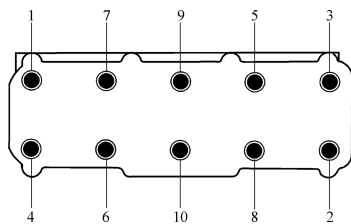

图 1-140 气缸盖螺栓拆卸顺序
1) 按规定的顺序松开并旋出气缸盖螺栓，如图1-140所示（由两边向中间交叉均匀分两次或三次拆下螺栓），并拆下气缸盖。